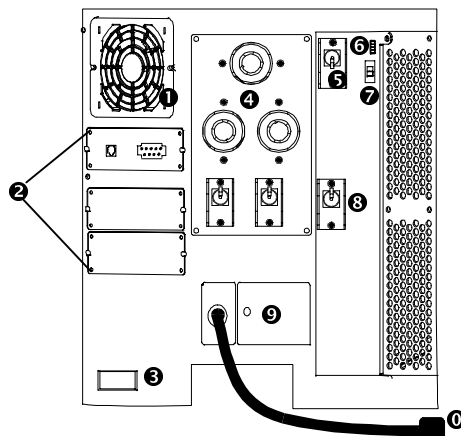

Рисунок 3: Устройство Symmetra RM (вид сзади)
Блок распределения питания (БРП (PDU)) ❹. Тип панели питания зависит от номинального напряжения устройства Symmetra RM. На рис. 3 показано устройство Symmetra RM с панелью питания на напряжение 200/208 В переменного тока (исполнение L1-L2-G). В нем имеются одна розетка типа L6-30 и две розетки типа L6-20. В панели питания на напряжение 220/230/240 В переменного тока (исполнение L1-N-G) имеются восемь розеток по стандарту МЭК C13 и две розетки по стандарту МЭК C19. На рис. 8 (стр. 16) показаны две панели БРП (PDU). Панель БРП (PDU) может быть заменена на месте монтажа квалифицированным техником или электриком.